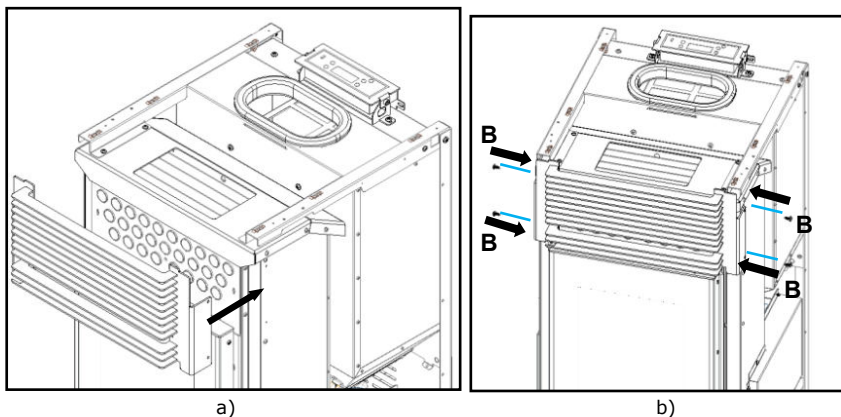

Figura 92 – Aperto da grelha frontal
a) Encaixar e aparafusar a grelha frontal do kit 1, utilizando quatro parafusos **B** (DIN 7981 4,2x9,5), como demonstra a Figura 92.